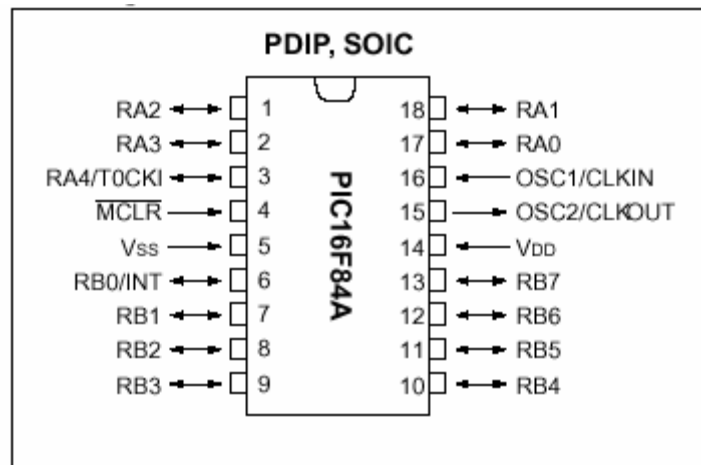

Figura 1. Terminales del Pic 16F84
1. **Mecanismo de programación.** El micro tiene 18 pines como se muestra en la figura 1. El mecanismo de programación se realiza en formato serie a través de cinco líneas: VCC, /MCLR(VPP), tierra, la señal de datos RB7 y la señal de reloj RB6. El micro permite la programación en circuito (ICSP: In Circuit Serial Programming).